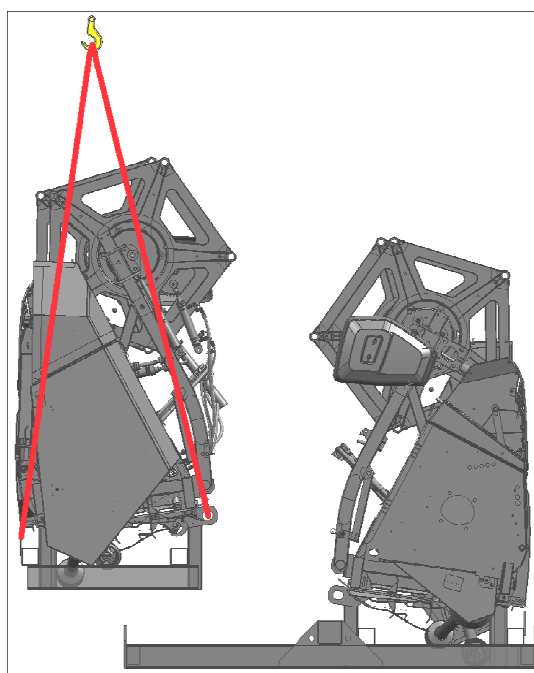

Рисунок 8.17
2) установить жатку в общую подставку (рисунок 8.17);